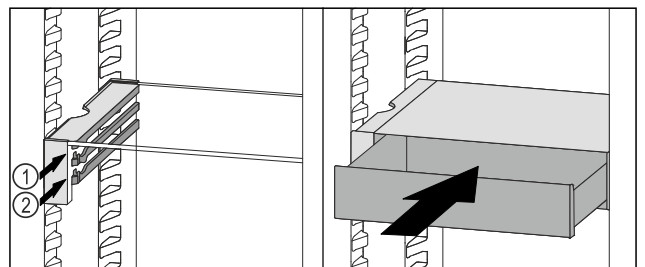

Fig. 97
- ▶ VarioSafe-Schubfach hinter den Stoppere auf gewünschter Rippe Fig. 97 (1) oder Fig. 97 (2) aufsetzen.